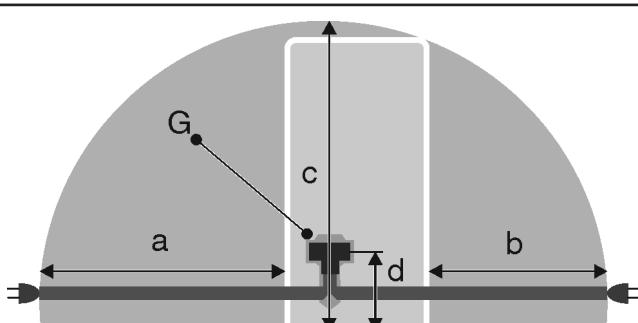

Fig. 55 Холодильники / морозильні камери / повнорозмірні прилади BioFresh*
- Розетка лежить не за пристроєм, а в зонах **a** або **b** Fig. 55 (**a**, **b**, **c**).
- Встановіть штекер пристрою Fig. 55 (**G**) на задній стороні пристрою. Слідкуйте за правильною фіксацією.